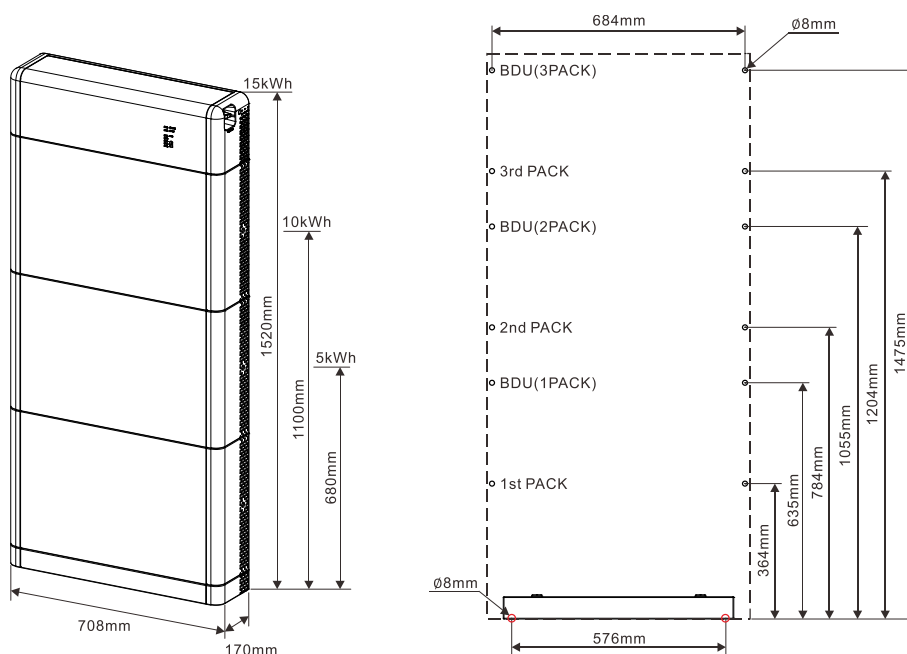

Figura 10 - Dimensioni per l'installazione del sistema
- 3) Usare un pennarello per segnare i fori di fissaggio del modulo batteria e la BDU in base alle dimensioni mostrate in Figura 10.